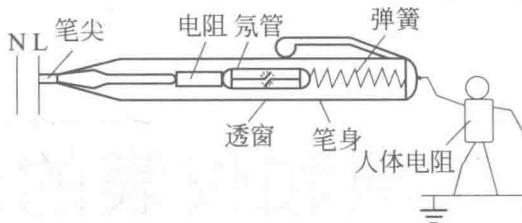

图 1-2 人体验电原理图
② 验电原理 如图 1-2 所示，当使用电笔验电时，被测带电体通过电笔、人体与大地之间形成电位差（被测物体与大地之间的电位差超过 60V），产生电场，电笔中的氖管在电场作用下便可发出红光。